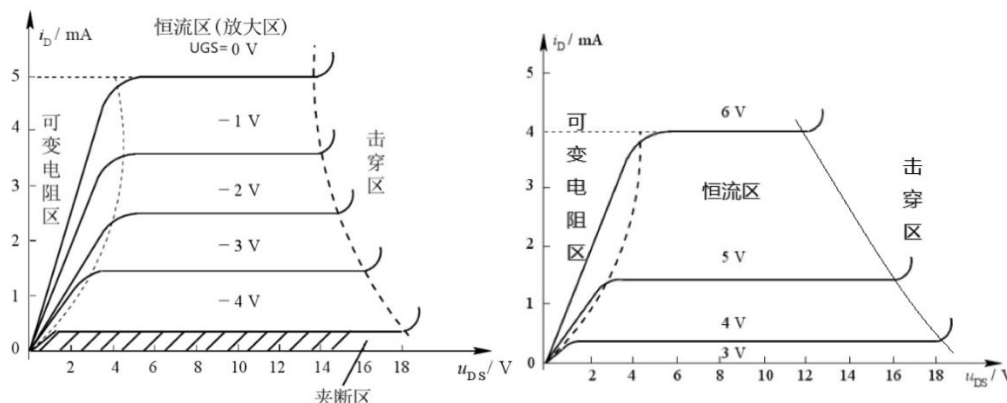

图 1-14 结型场效应晶体管(左)和增强型绝缘栅场效应晶体管(右)工作原理示意图
- 输出特性：**如图 1-14 所示， U_{GS} 一定时， I_{DS} 随 U_{DS} 变化曲线呈阶段性变化。可变电阻区特点： I_{DS} 同时受 U_{GS} 和 U_{DS} 的控制；恒流区的特点： I_{DS} 只受 U_{GS} 控制，而与 U_{DS} 近似无关，表现出类似三极管的正向受控作用；截止区特点：耗尽型晶体管特有。 $I_G \approx 0, I_D \approx 0$ ，相当于晶体管三个电极断开；击穿区特点： V_{DS} 增加到一定值时，沟道长度到最小，发生 PN 结击穿现象， I_{DS} 剧增。